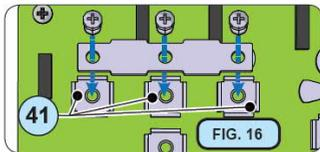

FIG. 16
- Conforme a configuração do sistema fotovoltaico, é possível instalar as entradas como 3 MPPTs independentes ou um MPPT com os três canais de entrada em paralelo. É possível obter entradas em paralelo instalando o barramento (fornecido) nos pontos de conexão MPPT paralelos (41) utilizando os três parafusos (M5 x 12, torque de aperto de 4,0Nm). (FIG. 16) **Uma configuração errada dos canais de entrada pode resultar em perda da produção de energia.**